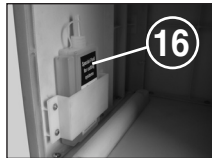

Fig. 6
- Trekk ut beholder (14), ta oljeholder (16) (fig. 6) ut av festet i husets underdel og skyv beholderen inn igjen.
- Påfør et ark papir litt olje og tilfør dette det skjæreverket gjennom innmatingsstrakten for papiret (12).